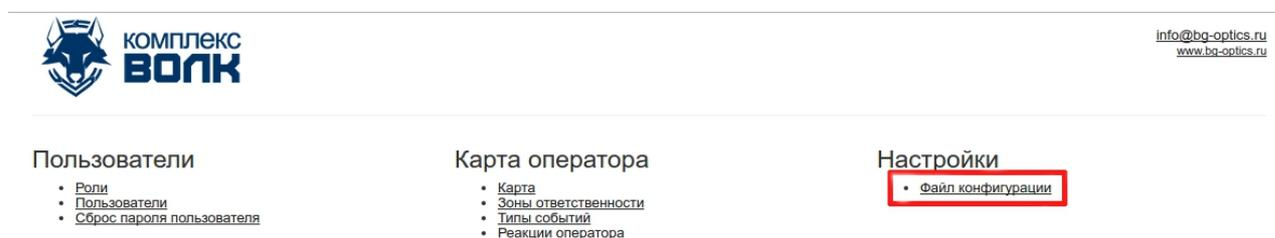

Рисунок 17 — Сервисные настройки изделия
6.5.1.4. В появившемся окне в разделе «Настройки», необходимо перейти в «Файл конфигурации» (рис. 17).
(рисунок 17);